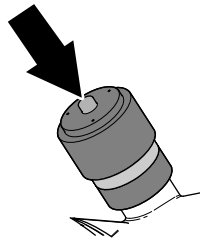

Figure 111
- Si une bande rouge est visible dans l'indicateur de colmatage, appuyez sur le bouton de réinitialisation au bout de l'indicateur (Figure 111).